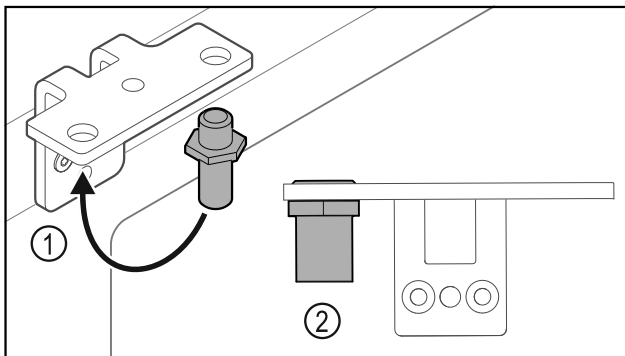

Fig. 29
- Aseta saranakulman pultti Fig. 29 (1) toiseen paikkaan.
- Kiristä pultti Fig. 29 (2) **vääntömomentilla 12 Nm**.